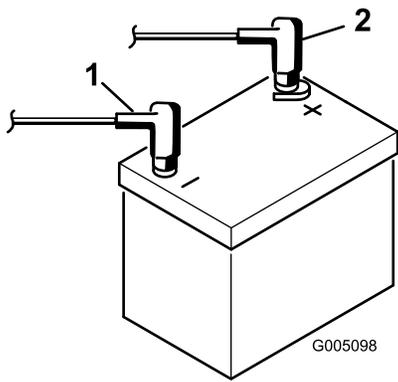

图 9
9. 使用螺栓和螺母将正极红色接线连接到正极 + 电池端子负极黑色接线连接到负极 - 电池端子图 9。将橡皮套滑动到正极电池端子上防止可能发生的短路情况。